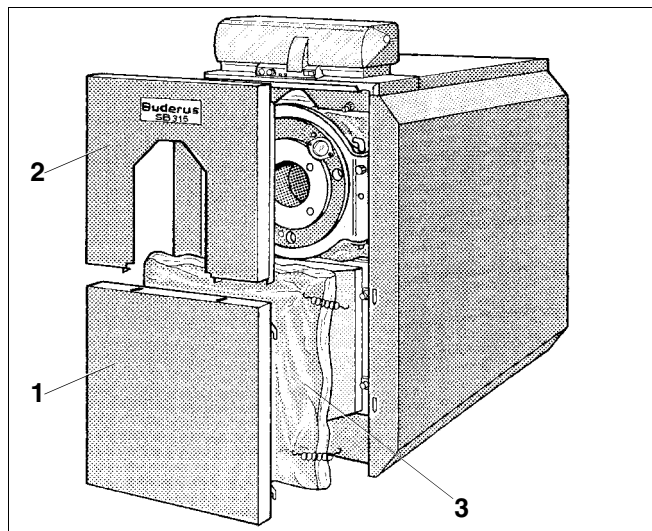

Fig. 29 Rensning af SB315
- Tag den øverste (fig. 29, **pos. 2**) og den nederste forvæg (fig. 29, **pos. 1**) af.
- Fjern den nederste isoleringsmåtte (fig. 29, **pos. 3**).
- Monter den nederste og øverste kedelforvæg (fig. 29).